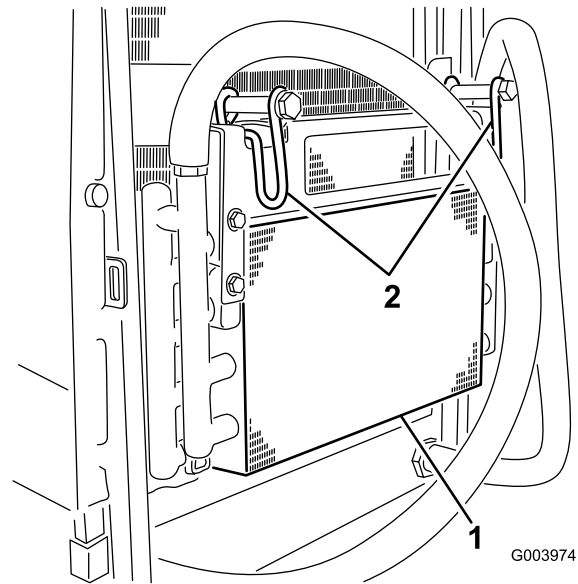

Figure 94
7. Faites tourner les 2 attaches du refroidisseur d'huile vers l'intérieur et basculez le refroidisseur (Figure 94).